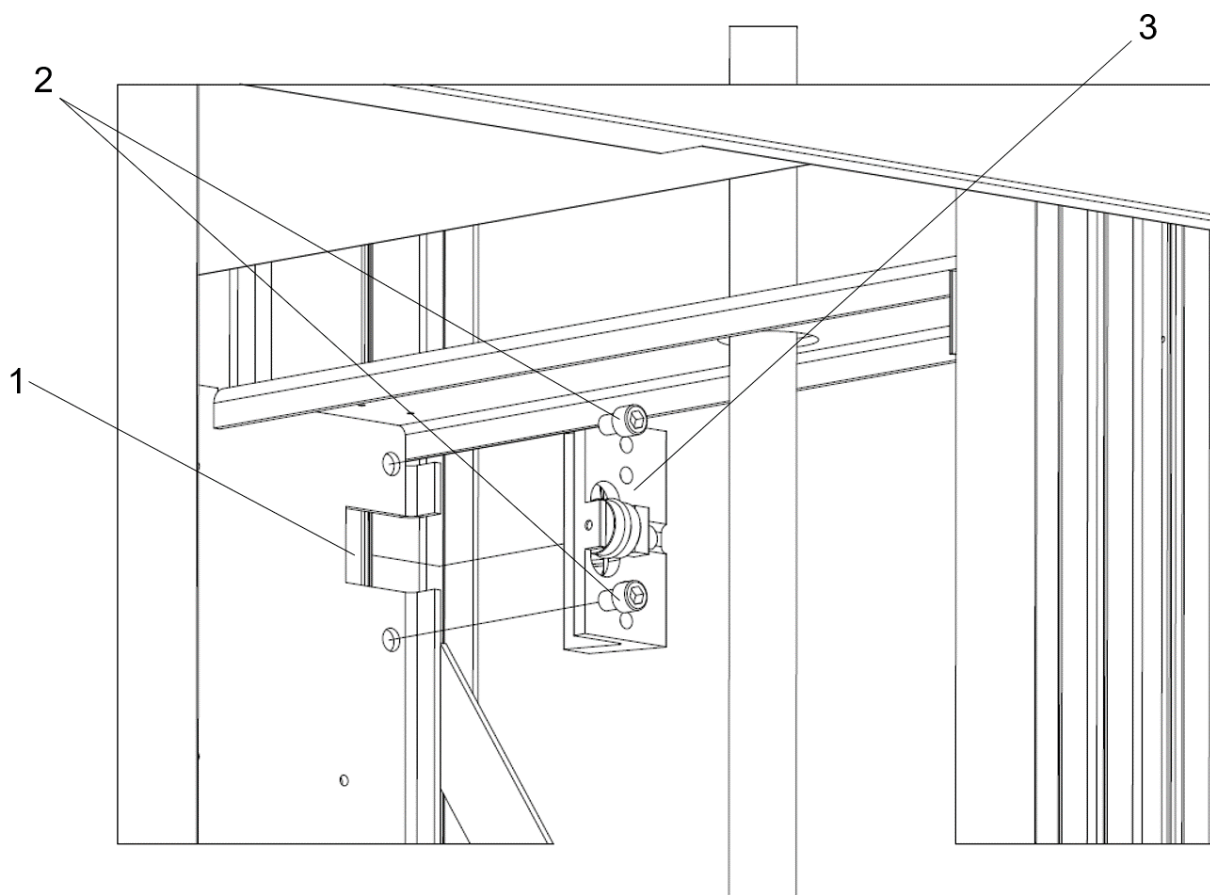

Fig. 35 Byte av övre rullgejdskorna
7. Skruva ur skruvarna (2) som håller en av rullgejdskorna (3) från hisskorgens insida, se Fig. 35, och skjut rullgejdskorna från gejden (1).